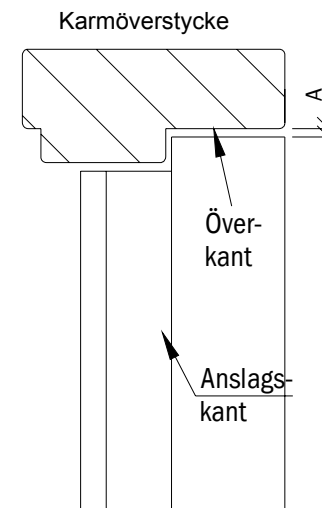

Fig 3
7) Placera minikarmens gångjärnssida i karmen stående på tröskeln/golvet och maximalt in tryckt mot karmanslaget/väggen. Viss justering kan erfordras om tröskel/golv ej är i våg. Märk ut skenans överkant och anslagskant i karmfalsen enl. fig 3. Tag bort skenan. Om måttet A är större än 3 mm påbygges falsen i karmöverstycket med faner- och/eller fiberremssorna.